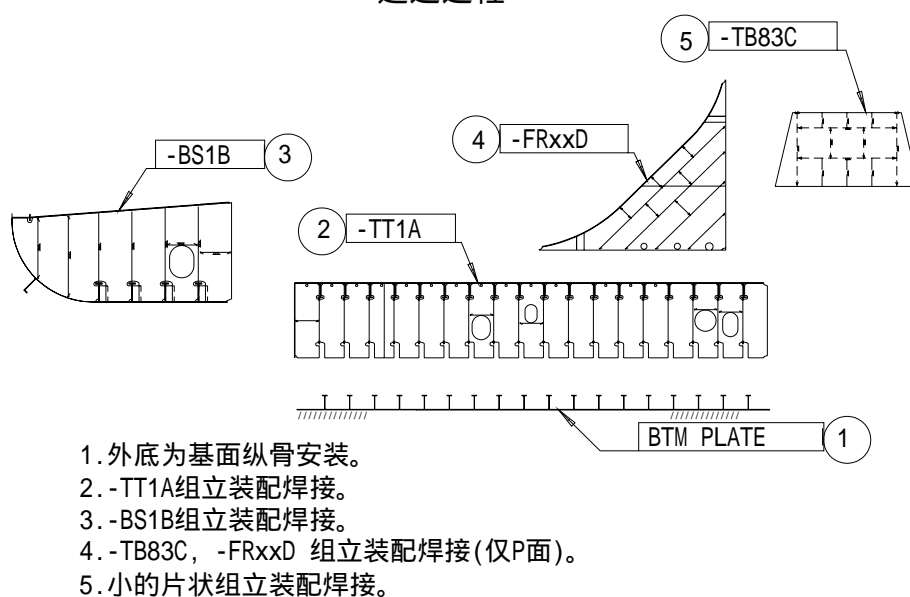

图 1
6.1.1.1 建造方案：双层底分段分为内底平面分段和外底平面分段；分别在流水线平台上建造，最后内底分段翻身扣在外底分段上，见图 1。